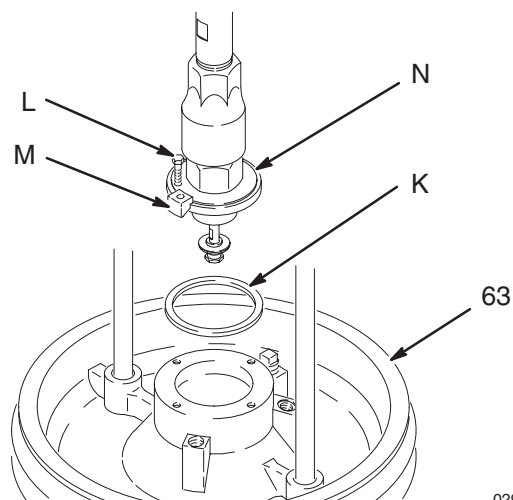

Fig. 4
3. Sujete el motor a las ménsulas de montaje (57) o a la placa de montaje (A) con las piezas de sujeción suministradas, según sea pertinente.
4. Coloque la junta (K) del kit de montaje ref. pieza 222776 en la placa del "ram" (63). Vea la Fig. 4. Afloje los tornillos de sujeción de la ménsula de montaje (35), y descienda cuidadosamente la bomba hacia la junta y la placa. Sujete la brida de la admisión de la bomba (N) a la placa usando los tornillos (L) y las orejetas (M) que se incluyen en el kit de montaje.